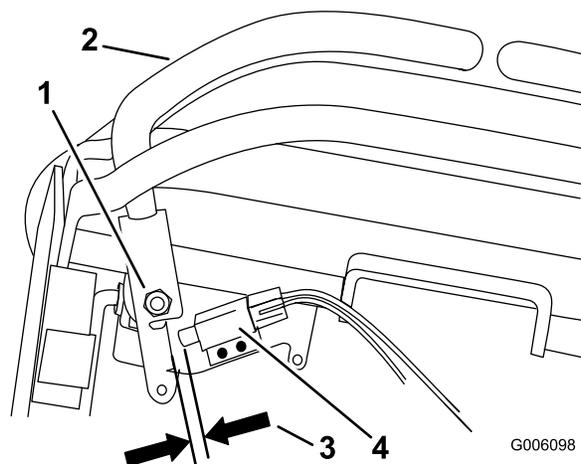

Figure 56
10. Vérifiez l'écartement entre le levier de commande et l'interrupteur comme illustré à la Figure 56. L'espacement doit être de 1,6 à 2,4 mm (1/16 à 3/32").